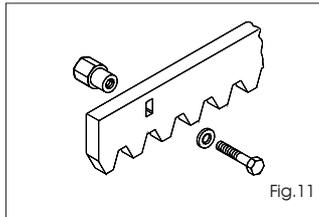

Fig. 11
5.4.1. Cremagliera in acciaio a saldare (Fig. 11)